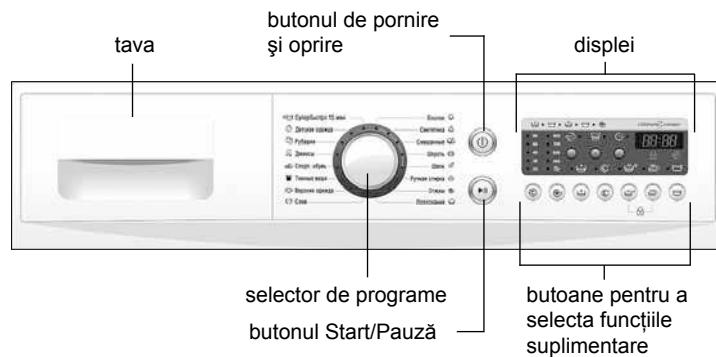

Figura 1 — Panou de control
1.1.1 Elementele de gestionarea mașinii sunt amplasate pe panoul de control aşa cum este indicat în Figura 1.